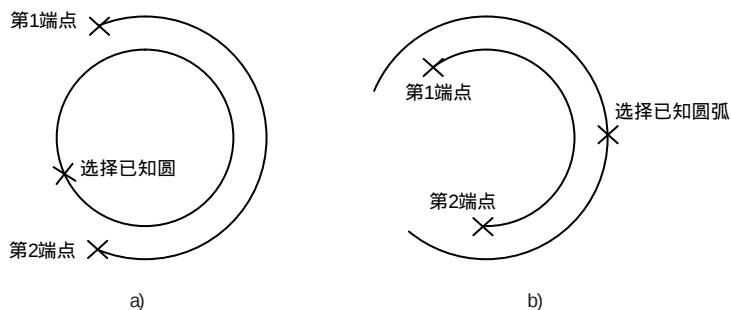

图 3-29 草绘同心圆弧
【例3-14】 草绘同心圆弧, 如图3-29所示。
(1) 在【圆弧】工具箱中单击【同心】按钮, 使其处于按下状态。
(2) 在图形区中单击选取已经绘制的圆或圆弧, 光标附着在一个圆形中心线橡皮筋上。
(3) 在图形区单击, 拾取同心圆弧的一个端点(第1端点), 如图3-29所示。
(4) 在图形区单击, 拾取同心圆弧的另一个端点(第2端点), 如图3-29所示。
(5) 若继续草绘同心圆弧, 执行步骤(2)~步骤(4), 否则执行步骤(6)。
(6) 单击鼠标中键, 结束草绘同心圆弧操作, 回到选择状态。此时, 【草绘器工具】工具栏中的【选择】按钮应处于按下状态。